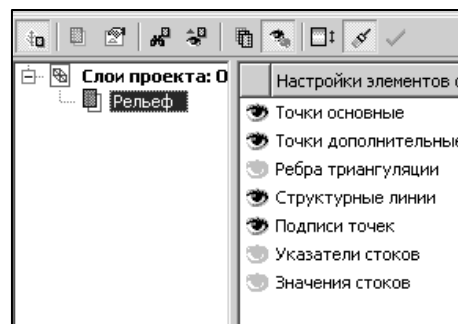

Рис. 3.12. Фильтры видимости
10.4. В фильтрах видимости вкладки СЛОИ отключите видимость ребер триангуляции (рис. 3.12).